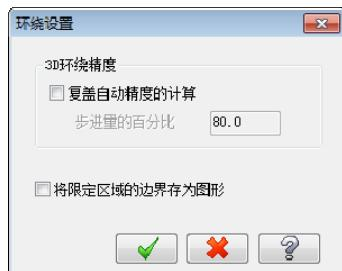

图 10-121 “环绕设置”对话框
单击_{环绕设置①...}按钮，系统弹出如图 10-121 所示的“环绕设置”对话框。